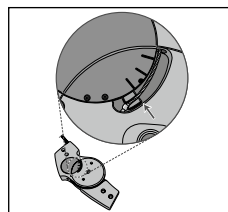

Fig. 5
3. Etter at dekkplaten er fjernet, kontroller at oversiden av spakarmen (som holder satellittkabelen) er parallell med den nederste av de tre markørene på funksjonsenheten (**se fig. 5**).
12. Kontroller på nytt riktig posisjon (modus 3) til spakarmen i leddets funksjonsenhet (se fig. 5).